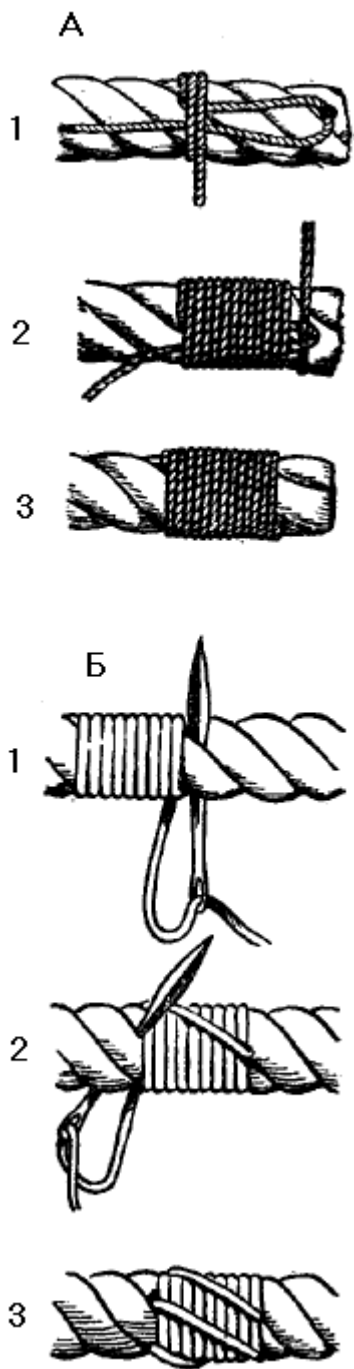

Рис. 56. Марки:
**Простая марка (рис. 56,а)** накладывается таким образом: парусную нитку кладут петлей на конец троса и более длинным, свободным концом делают 10—20 шлагов в сторону петли; пропустив ходовой конец нитки в петлю,
**Прошивная марка (рис. 56,б)** делается точно так же, но более длинный из оставшихся после протаскивания конец нитки не обрезают, а вдев его в иголку, прошивают марку, стягивая ее с двух сторон. Иголку при этом пропускают последовательно под каждую прядь. Прошивная марка не распускается и служит дольше, чем простая.